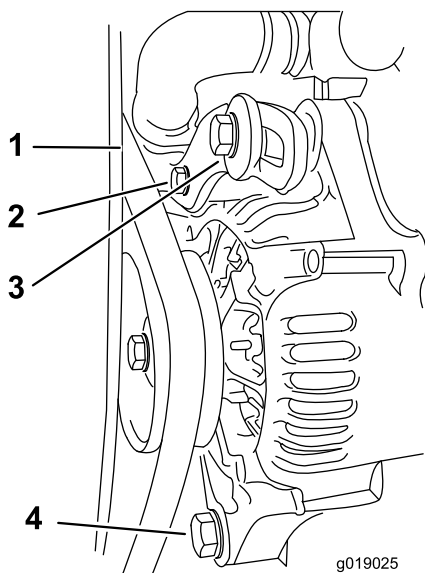

Figure 37
1. Vérifiez la tension de la courroie d'entraînement en appuyant le pouce au point indiqué (Figure 37).